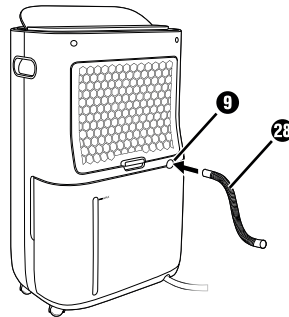

Abb. 3
- ◆ Stecken Sie entweder den mitgelieferten Schlauch **28** oder den EU-Gartenschlauchadapter **29** auf die Austrittsöffnung **9** (siehe Abbildung 3 und 4).